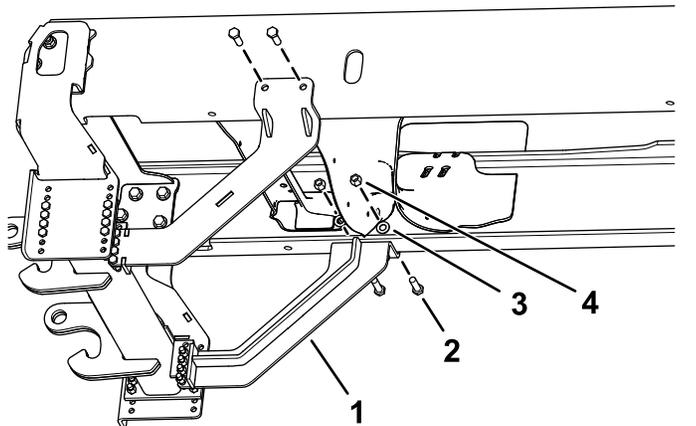

Bild 5
8. Befestigen Sie die Haltewinkel mit vier Schrauben ($\frac{5}{8}$ " x 2"), vier Scheiben und vier Muttern ($\frac{5}{8}$ ") am Fahrzeugrahmen, wie in Bild 5 dargestellt.